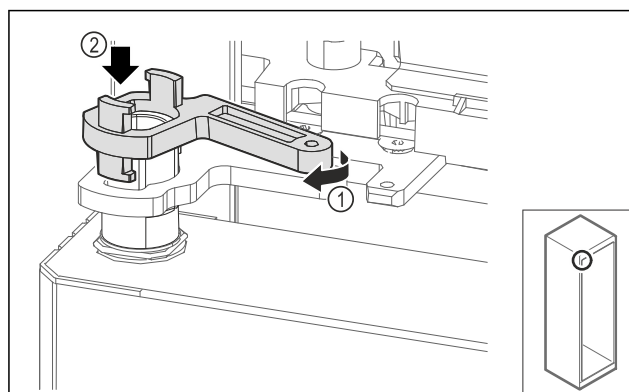

Fig. 62
- Tourner légèrement le verrouillage du support de palier Fig. 62 (1) et le poser sur la douille Fig. 62 (2).